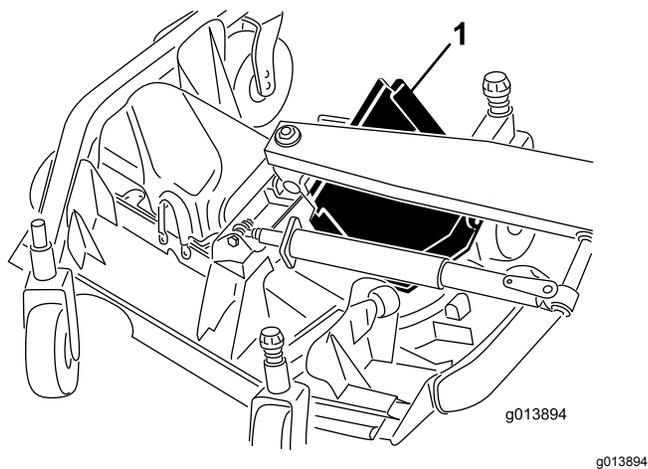

Рисунок 68
6. Чтобы снять передний край крышки, поднимите и проведите его между рычагом подъема и валиком (Рисунок 68).